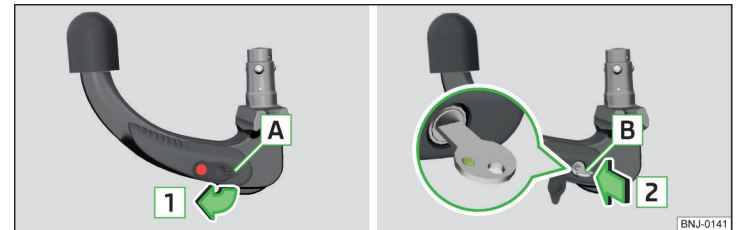

Abb. 233 Kappe vom Schloss abnehmen / Schlüssel in das Schloss stecken
- Die Kappe **A** vom Schloss in Pfeilrichtung **1** » Abb. 233 abnehmen.